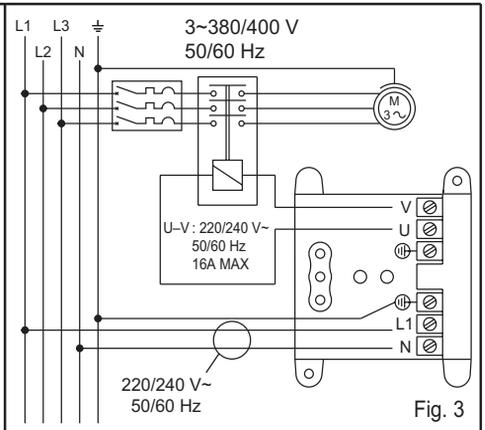

Fig. 3
IDROMAT3 依靠一个辅助交流接触器（接触器线圈电压为220V，容量不大于4KW或5.5HP）可以用于额定电流超过10A的三相或单相泵的控制系統，在这种情况下，必须按照图3所示进行电路连接。
monofase con assorbimento superiore a 16 A o trifase, utilizzando un tolleratore ausiliario (bobina 230V). In tale caso i collegamenti elettrici dovranno essere effettuati come riportato sullo schema della fig.3.
- c) Il collegamento elettrico non è corretto: verificare con le istruzioni della fig.3.